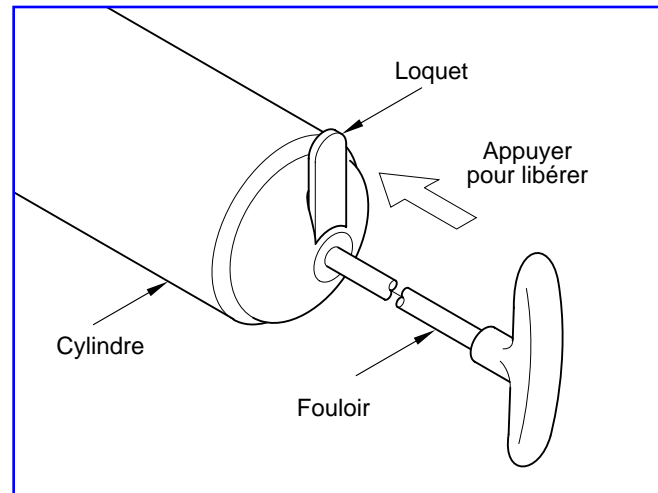

Figure 2 Loquet du fouloir
- Se reporter à la **figure 2**.